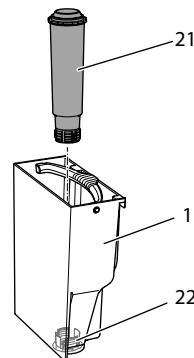

Fig. 15: Skru vannfilteret inn eller ut
- Fjern vannfilteret (se Fig. 15 på side 223).
- Sett et nytt filter inn i vanntanken igjen (se Fig. 15).
- Fjern vannfilteret (se Fig. 15).